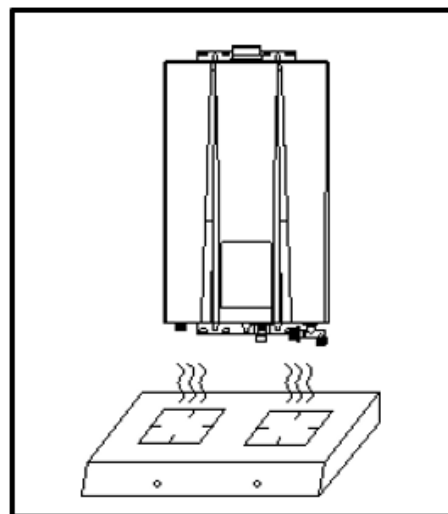

Fig. 6
- No instale el calentador encima de estufas de gas u otras fuentes de calor. (Fig. 6)